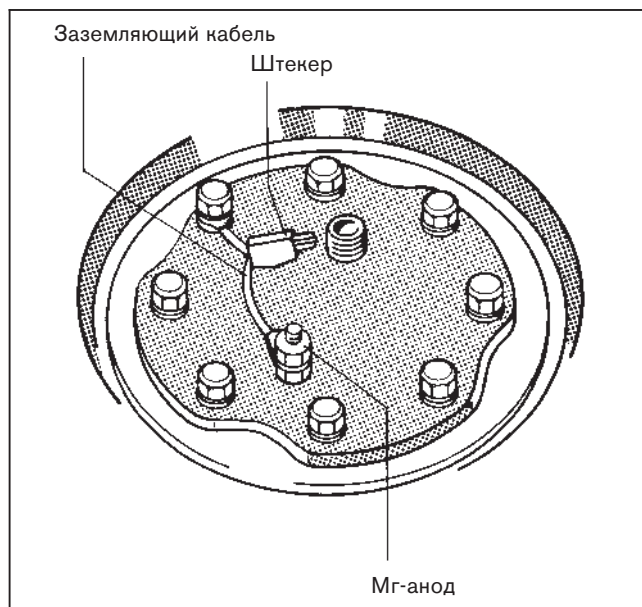

Рис. 11
- Проверить встроен ли магниевый анод и подключен ли заземляющий кабель (рис. 11).
- Соединить штекер заземляющего кабеля с кабелем регулятора (рис. 11).